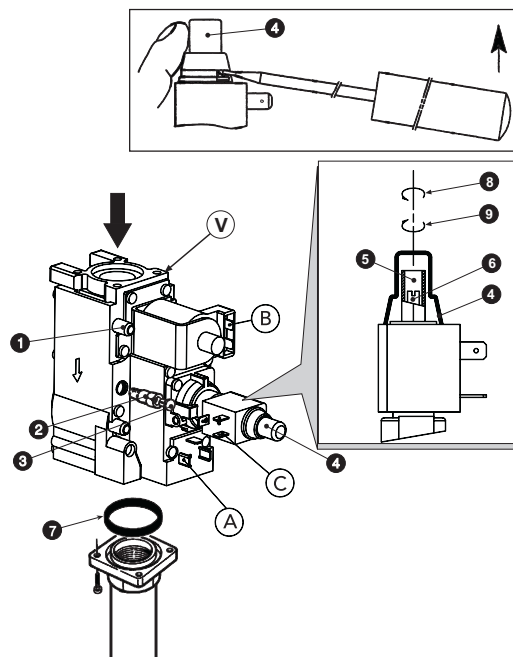

fig. 6 - Cambio de gas
Quitar el tapón de protección 1 (fig. 6) de las válvulas gas y, operando con el tornillo de regulación subyacente, disponer el valor requerido de presión en el quemador (véase la tabla datos técnicos) - sec. 5.3).
2. Quitar de la válvula gas el pequeño tapón 3 (fig. 6), enroscar en la válvula el regulador "STEP" de encendido 2, incluido en el kit de cambio, y aplicar el tapón 3 en el regulador.
Efectuar las operaciones descritas precedentemente prestando atención en quitar el regulador "STEP" de encendido 2 de fig. 6 de la válvula gas; el tapón 3 de fig. 6 se ha de montar directamente en la válvula.